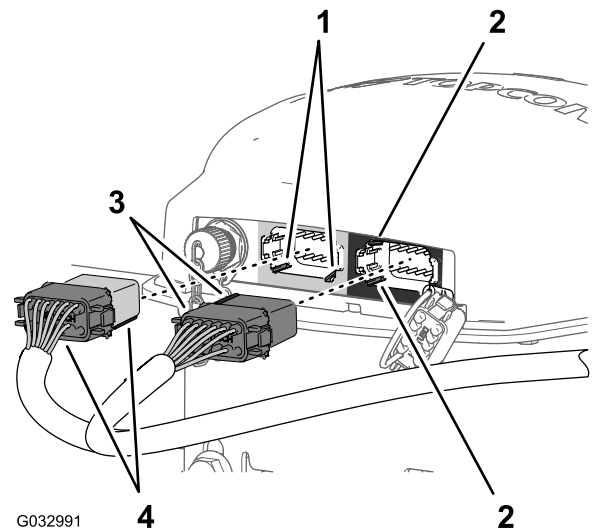

图159
- 将数据线束的灰色和黑色 12 插槽接头接入导航接收器的左侧灰色 12 针接头直至接头锁牢固卡在一起图159。
- 将数据线束的黑色 12 插槽接头较短一侧上的 2 个定位键与导航接收器右侧黑色 12 针接头的左侧、垂直外壁上的 2 个键槽对齐图159。
- 仅将数据线束的黑色 12 插槽接头接入导航接收器的左侧黑色 12 针接头直至接头锁牢固卡在一起图159。